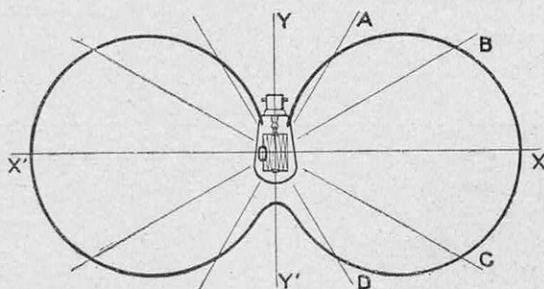

FIG. 1. — LAMPE A FILAMENT DE TUNGSTÈNE DANS LE VIDE ET SA COURBE PHOTOMETRIQUE
Mais cette façon de désigner les lampes est incorrecte, car l'intensité lumineuse varie suivant les directions. On voit, en effet, sur notre figure 1, qui représente la courbe photométrique d'une lampe à filament de tungstène dans le vide, type appelé incorrectement « monowatt », que la lumière est émise principalement dans la direction horizon-
tale (1). En comparant les figures 1, 2 et 3, on voit que les courbes polaires, de formes très différentes, accusent des intensités lumineuses qui varient selon la forme des
(1) La courbe photométrique est dite également courbe polaire. On l'obtient en mesurant, à l'aide d'un appareil spécial, appelé photomètre, l'intensité de la lumière suivant des rayons tels que A, B, X, C, D, mais plus nombreux. Les mesures obtenues sont portées sur ces rayons à une échelle convenable, et les points qu'elles déterminent permettent de tracer les courbes.